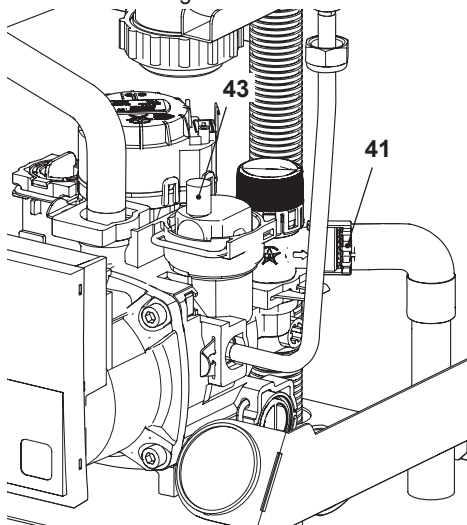
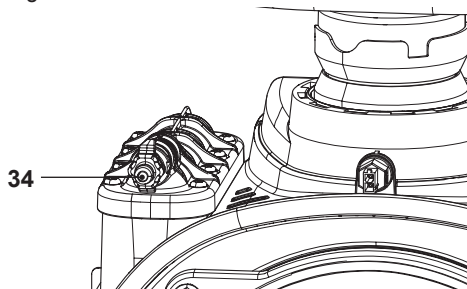

Figura 9.6
Figura 9.7
- Svitare in senso antiorario il raccordo 41 della valvola di sicurezza che funge anche da scarico in Figura 9.6.
- Per facilitare lo svuotamento, svitare il tappo 43 della valvola di sfogo automatica in Figura 9.6 e allentare il raccordo di sfogo scambiatore primario condensante 34 in Figura 9.7.